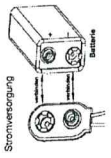

Bild 1
2. Entfernen Sie die alte Batterie. Setzen Sie die neue Batterie richtig ein (siehe Bild 1).